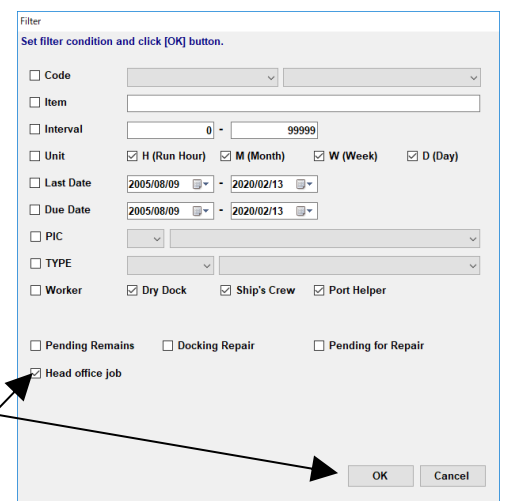

図 11-12 Filter 画面
- ③ “Filter”ボタンを選択してください。“Filter 画面”(図 11-12)が表示されます。
- ④ Head office job を選択し、OK ボタンを押下することで、Head office job のみを抽出することができます。
- ⑤ 以降の操作は 11-3-1 ①～②と同様です。